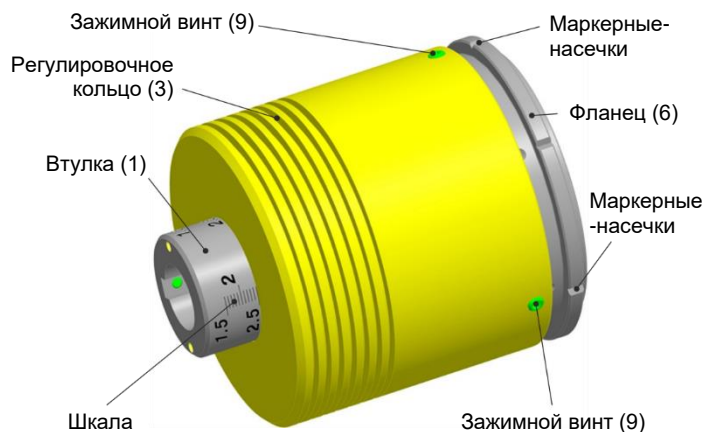

Рис. 6
Устанавливаемый крутящий момент ROBA®-contitorque может считываться при помощи шкалы, которая находится на втулке (1) (см. Рис. 6).
Порядок действий (см. Рис. 6 и 7):